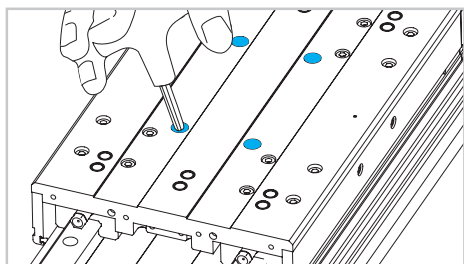

Fig. 7
- 8) Svitare e rimuovere le 4 viti che tengono agganciata la parte interna del carro (Fig. 7)